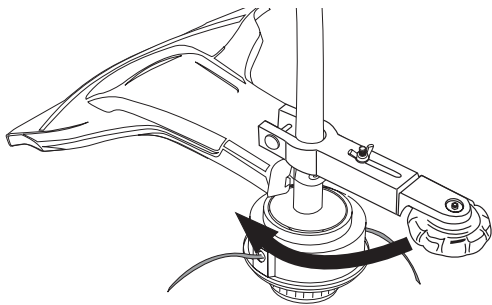

Fig. 13
3. Tournez le guide de la bordure. Pour ce faire, desserrez légèrement son écrou à oreilles et tournez le guide vers la gauche (la tête de coupe devant vous, le moteur derrière vous). Tournez le guide d'environ 90° (Fig. 13) ou jusqu'à ce qu'il ressemble à la position montrée dans la Figure 14.
8. Lorsque vous avez terminé d'utiliser le coupe-bordure, retirez-le. Desserrez l'écrou à oreilles et tournez le coupe-bordure de 180° de la position montrée en Figure 13. Le coupe-bordure reposera au dessus du bouclier de l'accessoire de coupe. Resserrez l'écrou à oreilles et opérez la débroussailleuse normalement.